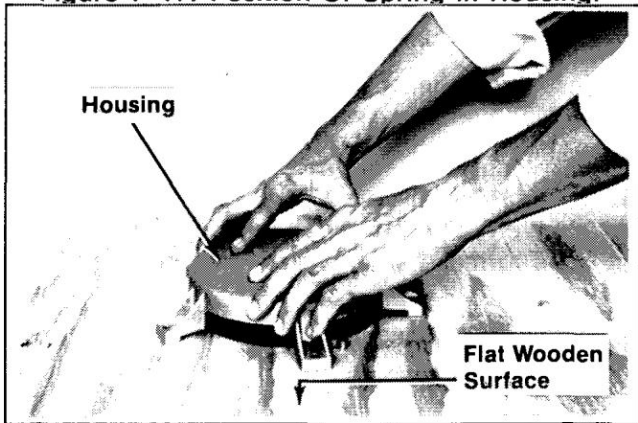

Figure 7-18. Retrait du ressort du boîtier.
4. Soulevez le boîtier et frappez-le fermement contre le surface en bois. Répétez cette procédure jusqu'à ce que le ressort soit libéré de la poche à ressort dans le boîtier. Reportez-vous à la Figure 7-18.